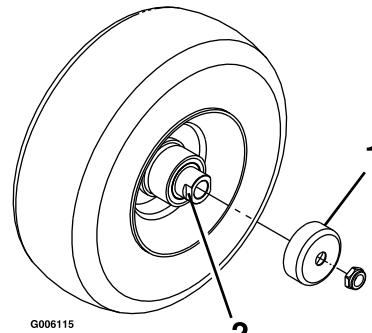

**Figura 45**
9. Retire el adaptador de engrase del punto de engrase. Instale el tapón hexagonal y la tapa (Figura 45).